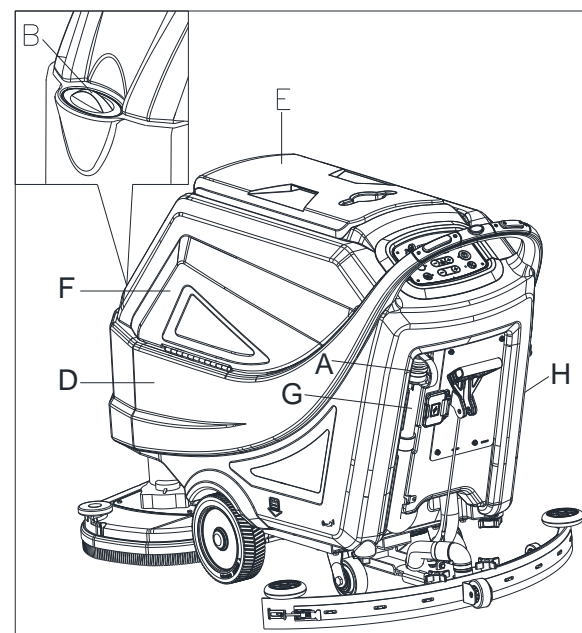

Рис. 12
1. Откройте крышку заливного отверстия для воды (В, Рис. 12).